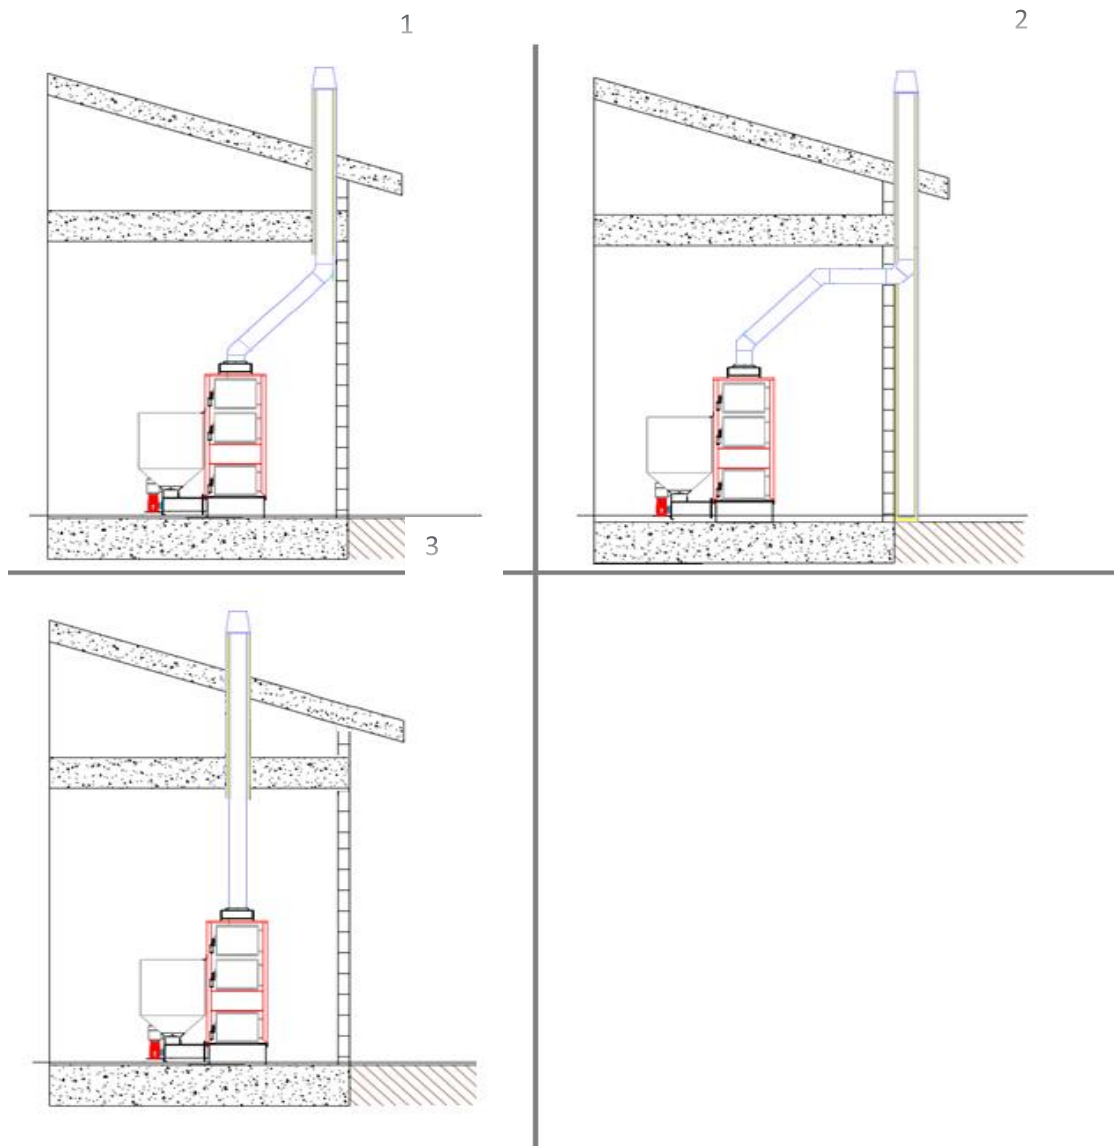

Figura 5
6. En el caso de embocadura del conducto de humos a una chimenea existente y salidas en techo o pared que no esté perfectamente perpendicular a la salida de humos de la caldera (**vea los casos 1 y 2 de la figura 5**), se preveera una conexión de los conductos mediante codos no superiores a 45° . Estos no deben sufrir estrechamientos y además se atendera lo siguiente:
- ✓ Se permite un máximo de 3 codos (2 de 45° + 1 de 90°) en toda la instalación (**vea el caso 2 de la figura 5**)